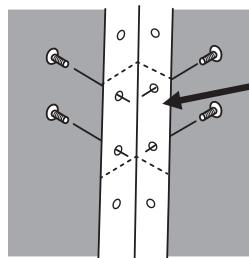

Figur 1
1. Ta en hylle og fest seks hjørnestøtter på undersiden. (Denne hyllen skal brukes i trinn 5.) Se figur 1.